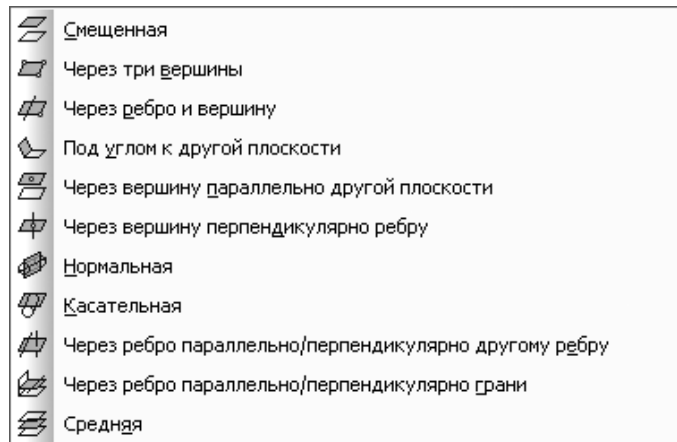

Рис. 3.12. Всплывающее меню пункта **Плоскость**
- **Плоскость** вызывает всплывающее меню, показанное на рис. 3.12.